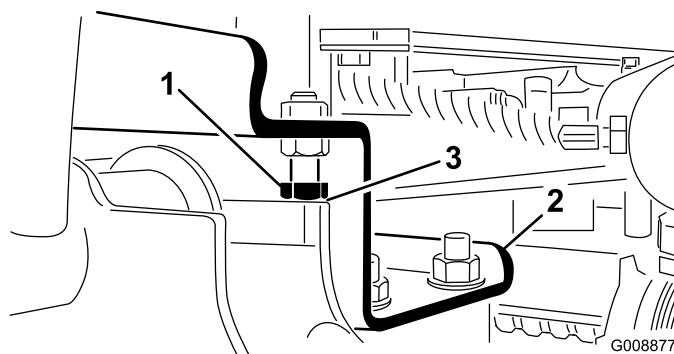

Bild 11
- A. Drehen Sie die Anschlagsschrauben heraus (Bild 11).
2. Prüfen Sie, ob der Abstand zwischen jedem Hubarm und der Anschlagsschraube zwischen 0,13 mm und 1,02 mm liegt (Bild 11). Justieren Sie die Anschlagsschrauben, bis sich der richtige Abstand ergibt, wenn der Abstand davon abweicht.